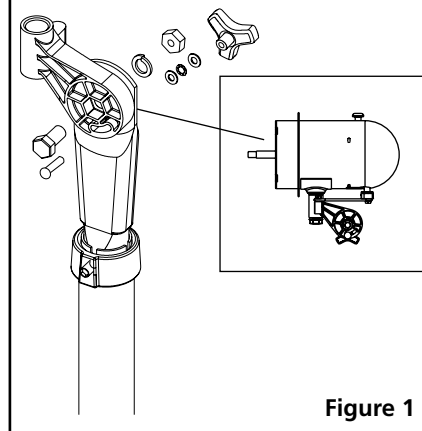

Figure 1
1. Place flat section on Upper Tube of Column Assembly next to Neck on Motor Assembly. Align the 1/2" diameter hole in the flat section on the Upper Tube of Column Assembly with the 1/2" diameter hole in the Motor Assembly. **(Figure 1)**
2. Insert the 1/2" X 1" Hex Bolt (3/4" head) through the Motor Neck, and the Upper Tube Assembly. Place 1/2" diameter Split Lockwasher then the 1/2" diameter Hex Nut (3/4" head) and tighten fully with a adjustable wrench. **(Figure 1)**
3. From the same side of the Motor Neck, insert one 1/4-20 X 1 5/8" Carriage Bolt through the Arc-Shaped Slot in the Motor Neck and Hole in the Upper Pipe of Column Assembly. **(Figure 1)**
1. Placez la section plate sur le tube supérieur de la colonne près du col du moteur. Alignez le trou de 1/2 po de diamètre de la section plate du tube supérieur de la colonne sur le trou de 1/2 po du moteur. **(Figure 1)**
2. Insérez le boulon hexagonal de 1/2 x 1 po (tête de 3/4 po) dans le col du moteur et dans le tube supérieur. Placez une rondelle de blocage fendue de 1/2 po de diamètre, puis l'écrou de 1/2 po de diamètre (tête de 3/4 po) et serrez à fond au moyen d'une clé à molette. **(Figure 1)**
(Figure 1)
3. Depuis le même côté du col du moteur, insérez un boulon de carrosserie 1/4-20 X 1 5/8 po dans la fente en arc du col du moteur et dans le trou du tube supérieur de la colonne. **(Figure 1)**